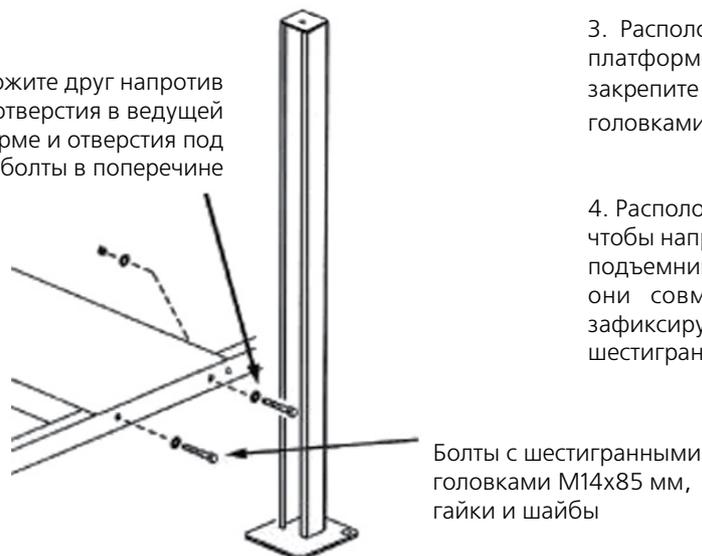

Рис. 9
3. Расположите друг напротив друга отверстия в ведущей платформе и отверстия под болты в поперечине, затем закрепите их с помощью  $1/2$ " x 4" болтов с шестигранными головками, гаек и шайб (см. рис. 9).